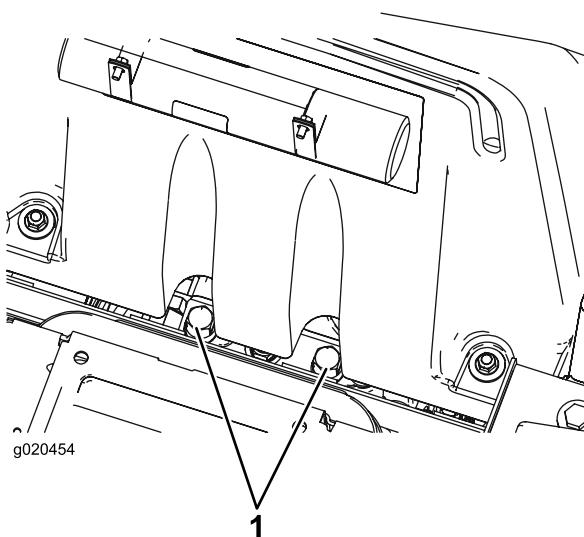

Рисунок 60
- Поднимите сиденье и найдите перепускные клапаны, расположенные под передней частью топливного бака (Рисунок 60).